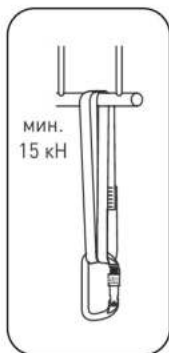
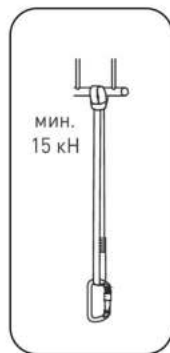

рис. 5
рис. 6
- Присоедините концы петли овальным карабином (рис. 5) или просуньте один конец сквозь другой, а на конце получившегося анкерного устройства закрепите карабин (рис. 6).